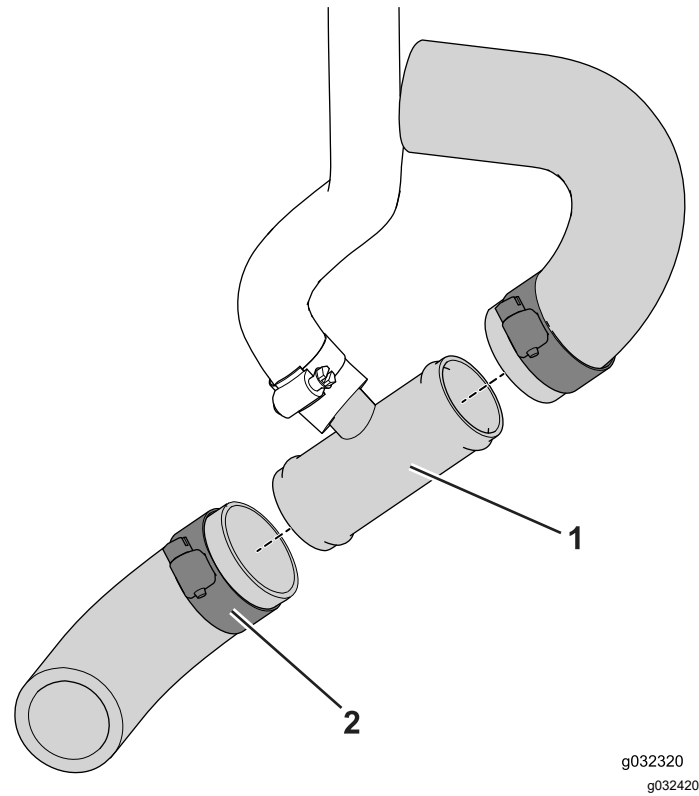

Figure 13
3. Glissez les extrémités coupées sur le raccord en T et fixez le tout avec le collier (3/4 à 1 1/2 po), comme montré à la Figure 13.